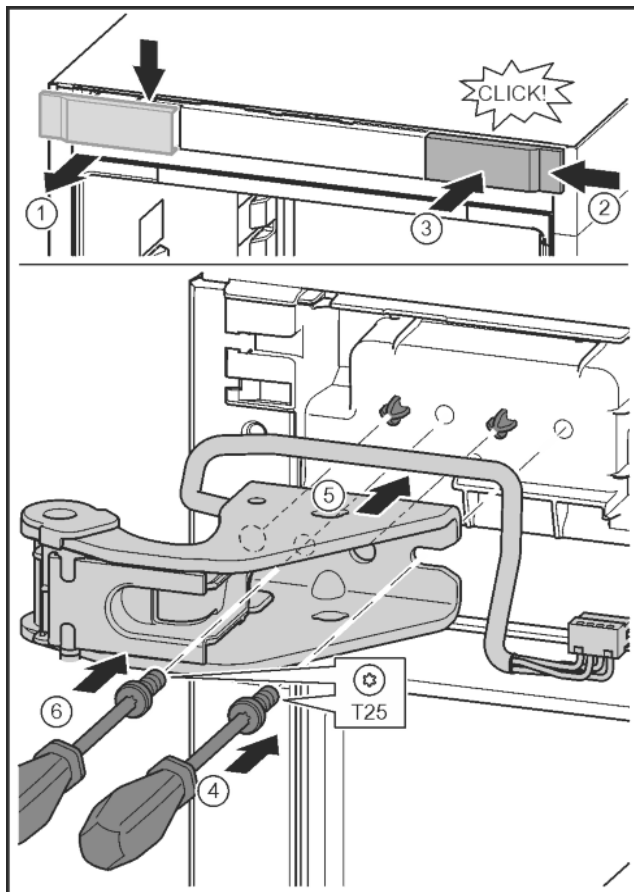

Fig. 28
- ▶ Kryt uvolněte a sejměte do strany. Fig. 28 (1)
- ▶ Kryt otočený o 180° zavěste na druhé straně zprava. Fig. 28 (2)
- ▶ Zaklapněte kryt. Fig. 28 (3)
- ▶ Šroubovákem T25 nasadíte šrouby. Fig. 28 (4)
- ▶ Nasadíte horní stojan ložiska. Fig. 28 (5)
- ▶ Utáhněte šroub. Fig. 28 (4)
- ▶ Šroubovákem T25 vložte šroub a utáhněte. Fig. 28 (6)